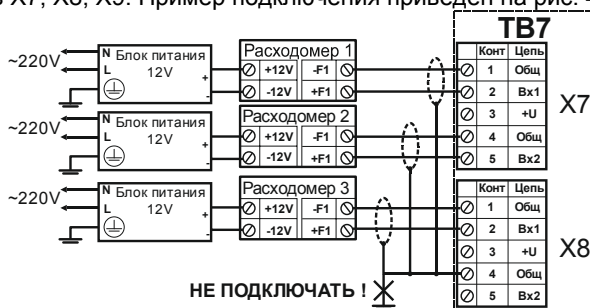

Рис. 4.2 Подключение импульсных линий связи
Экраны кабелей должны быть электрически соединены между собой (только в одной точке) и общим проводом прибора. Для этой цели использовать контакты 1 или 4 разъемов X7, X8, X9. Пример подключения приведен на рис. 4.2.
**Примечание** Схема подключения на рис. 4.2. б относится только к ТС с неразъемным двухпроводным кабелем.